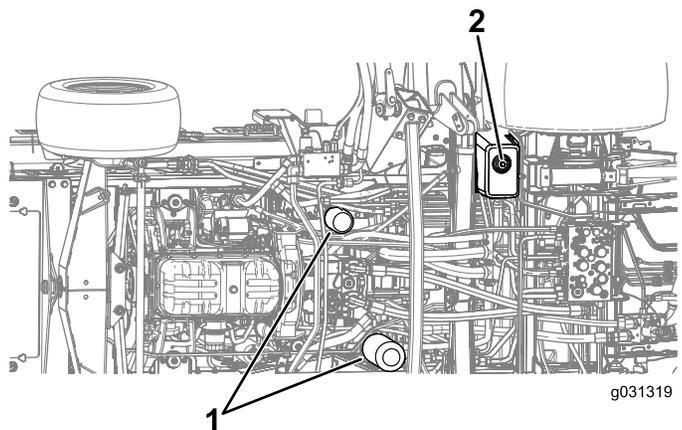

Figura 135
4. Rimuovete il tappo di spurgo dalla base del serbatoio e lasciate fuoriuscire il fluido idraulico nella bacinella (Figura 135).
7. Collocate una bacinella di spurgo sotto il filtro e toglie il filtro (Figura 135).